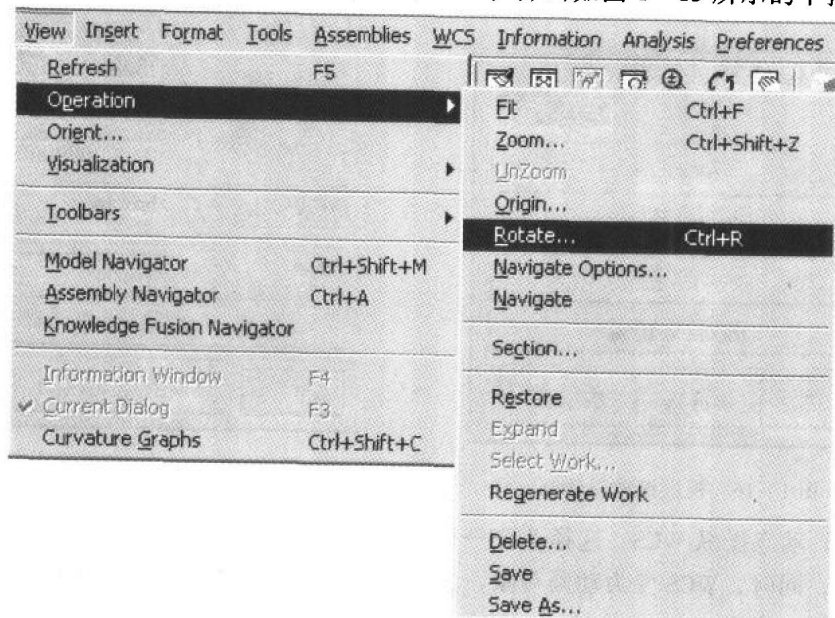

图 1-15 视图下拉菜单
2) 利用菜单控制。选择主菜单上的 View, 弹出如图 1-15 所示的下拉菜单。